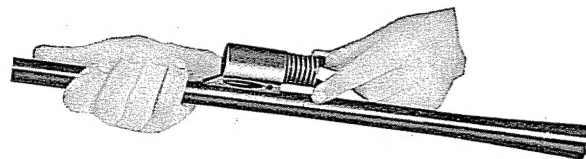

Fig. 4
- 4 — Infilare il pistone nel cilindro presa gas (tav. 2° - G) (fig. 4).
- 4 - insert piston into gas cylinder (G - Table 2) (fig. 4).
- 4 - *insérer le piston dans le cylindre à gaz (fig. 4 - table 2 - pièce G)*